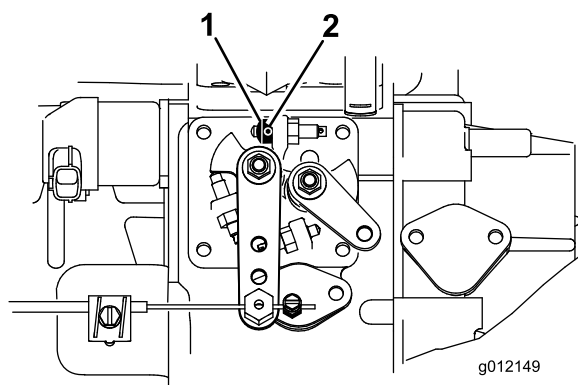

Figura 7
1. Afloje el tornillo de fijación del tope del acelerador (Figura 7).
2. Deslice el tope del acelerador sobre el tornillo de tope de ralentí alto (Figura 7). El extremo achaflanado del tope del acelerador debe quedar hacia fuera.